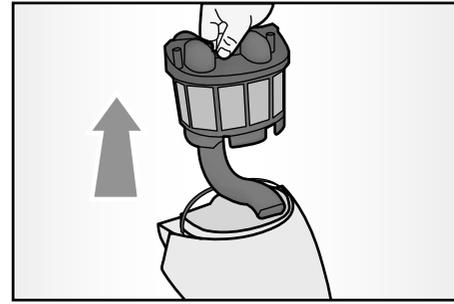

Fig. 4
- Rimuovere il filtro ad acqua (B) (Fig. 4).
- Il prodotto, funzionante come aspiratore con filtro ad acqua, necessita di una quantità di acqua iniziale. Pertanto, per un corretto utilizzo è necessario immettere acqua nel serbatoio (C), attraverso l'apposito foro superiore, senza superare il livello "MAX" indicato sul serbatoio stesso. In questo modo, l'aria viene filtrata e le impurità (polvere, germi, ecc...) trattenute.